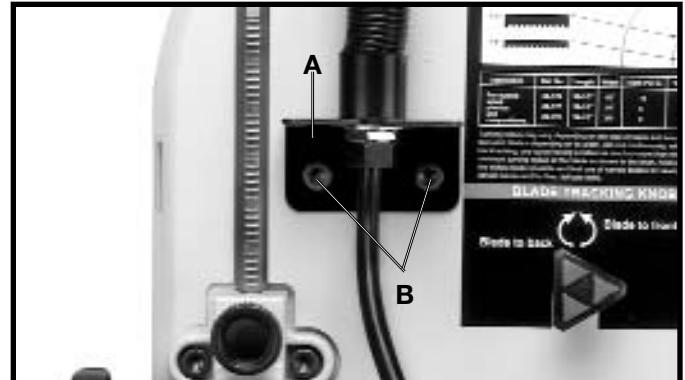

Fig. 13
1. Installer la fixation de la lampe (A) fig. 13, au couvercle supérieur de l'appareil en utilisant les deux vis d'assemblage à tête cylindrique M6x1x12 mm (B) et les rondelles freins de 6,4 mm (1/4 po) tel qu'ilustré.